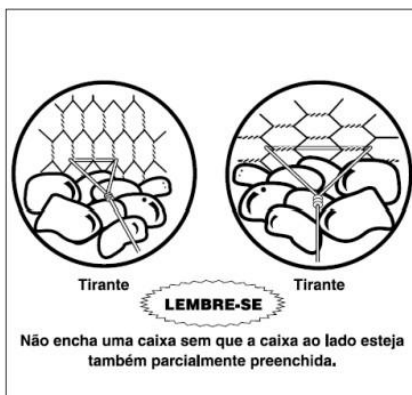

Figura 7: Detalhe da colocação dos tirantes
2. Colocar **dois tirantes de arame** (tensores) em cada célula, amarrando frontal e traseira da caixa para impedir deformações, (figura 7)